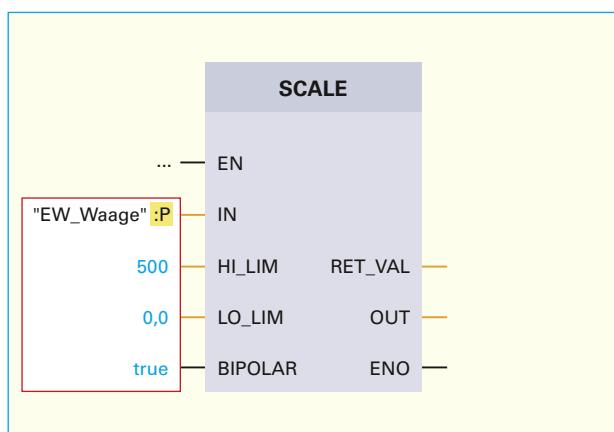

Bild 3: Beschaltung des Bausteins FC105
c) Beschalten Sie die Funktion (**Bild 3**).